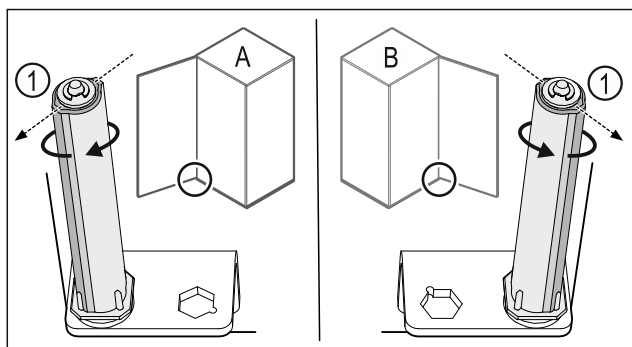

Fig. 41 Butée à gauche (A) / butée à droite (B)
- Tourner le système de fermeture contre la résistance jusqu'à ce que son arête Fig. 41 (1) pointe vers l'extérieur.